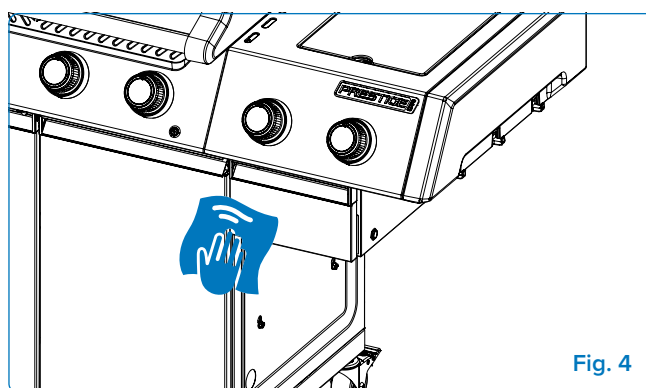

Fig. 4
7. **Torka av rökboxen** – Rengör in- och utsida med en 50/50-blandning av varmt vatten och äppelcidervinäger med en svamp. Detta löser upp kreasot. Använd en metallborste eller slipdyna för envisa beläggningar. Undvik överflödigt fukt nära elektriska delar (**Fig. 4**).